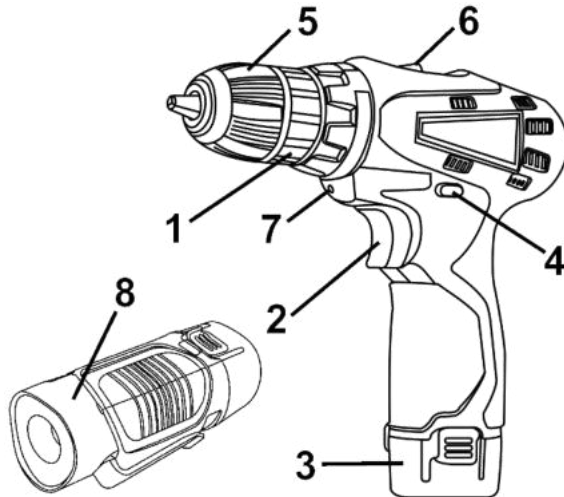

Рисунок 1
4.1.3 Встановіть необхідний крутний момент за допомогою кільця регулятора моменту затягування (1) (рис. 1).
4.3 Для ввімкнення виробу натисніть на клавішу вимикача (2) (рисунок 1). Для відключення виробу слід клавішу відпустити. Регулювання швидкості обертання патрону здійснюється ступенем натискання на клавішу вимикача.